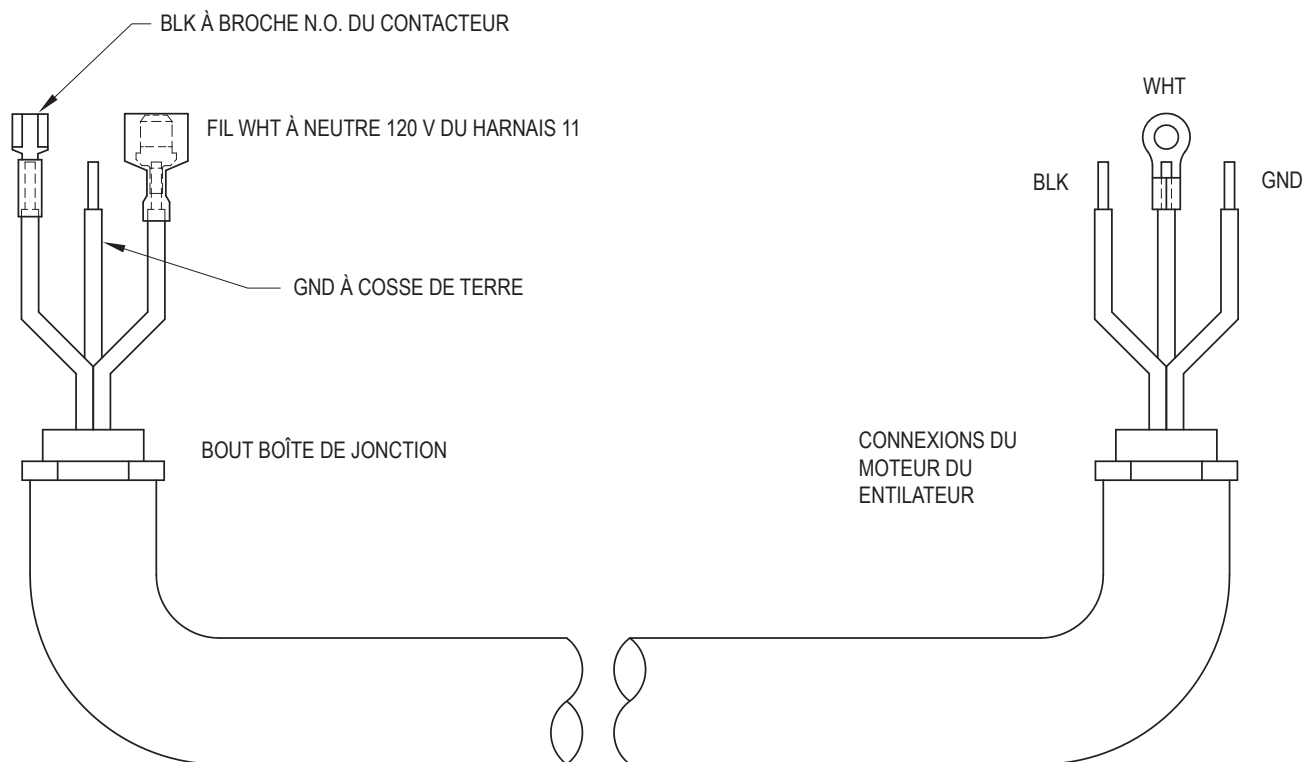

Figure 24. Harnais 13, modèles 2100 à 4001
25. Connectez les fils du HARNAIS 13, voir **Figure 24**.
27. Connectez les fils du HARNAIS 13, voir **Figure 24**.